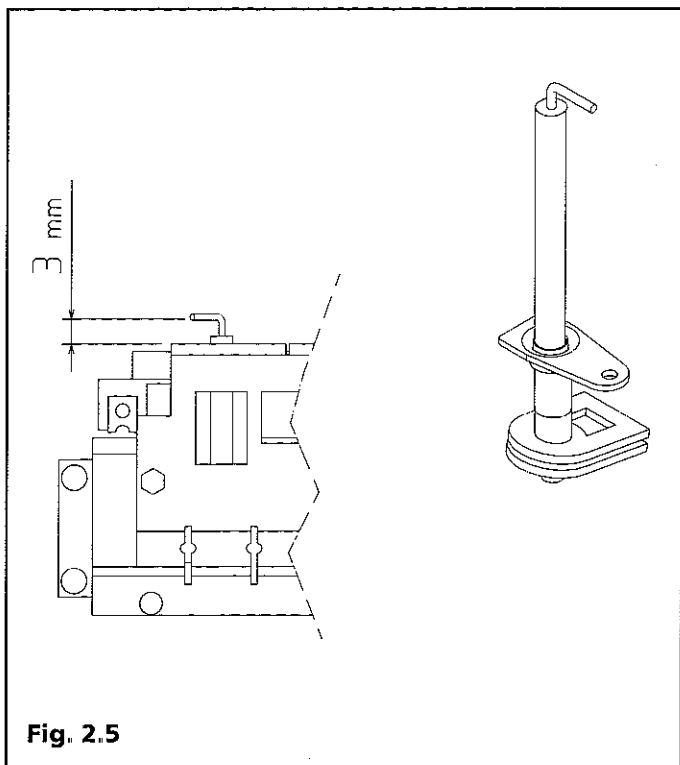

Fig. 2.5
2.4 Elettrodi di accensione e rilevazione (Fig. 2.5)